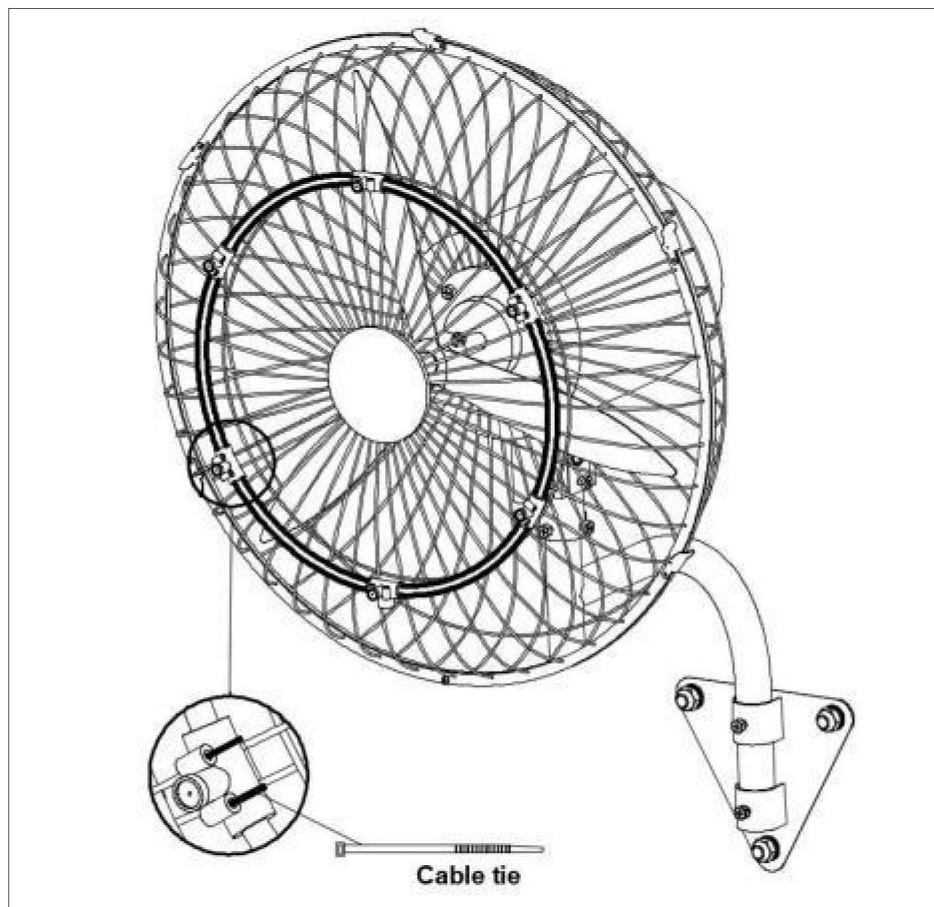

Figure 10.
1). Installez le tuyau de pulvérisation sur le couvercle de la calandre et fixez-le avec un câble cravate. Voir le (Fig.10.)